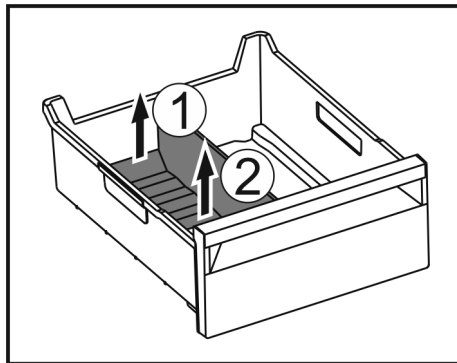

Fig. 49
- Zvedněte zadní část přepážky přihrádky na led. Fig. 49 (1)
- Přepážku přihrádky na led vyjměte nahoru. Fig. 49 (2)